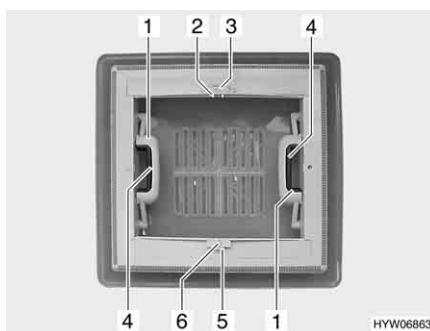

Fig. 37 Oblò a scatto
- Apertura:** ■ Premere la chiusura a scatto (Fig. 37,4) verso l'interno dell'oblò. Premere contemporaneamente verso l'alto l'oblò con la maniglia (Fig. 37,1).
- Chiusura:** ■ Tirare con forza verso il basso le due maniglie (Fig. 37,1) dell'oblò, fino a quando non scattano entrambe le chiusure.
- Chiusura:** ■ Premere l'arresto (Fig. 37,5) verso il lato esterno dell'oblò.
■ Tirare l'oscurante a rullo per la maniglia (Fig. 37,6) fino alla maniglia contrapposta della zanzariera a rullo (Fig. 37,2) e farla innestare.
- Apertura:** ■ Serrare la maniglia (Fig. 37,2). L'arresto si sblocca.
■ Ricondurre lentamente l'oscurante a rullo accompagnandolo con la maniglia (Fig. 37,6).
- Premere l'arresto (Fig. 37,3) verso il lato esterno dell'oblò.
- Tirare la zanzariera a rullo per la maniglia (Fig. 37,2) fino alla maniglia contrapposta dell'oscurante a rullo (Fig. 37,6) e farla innestare.
- Serrare la maniglia (Fig. 37,2). L'arresto si sblocca.
- Ricondurre lentamente la zanzariera a rullo accompagnandola con la maniglia (Fig. 37,2).